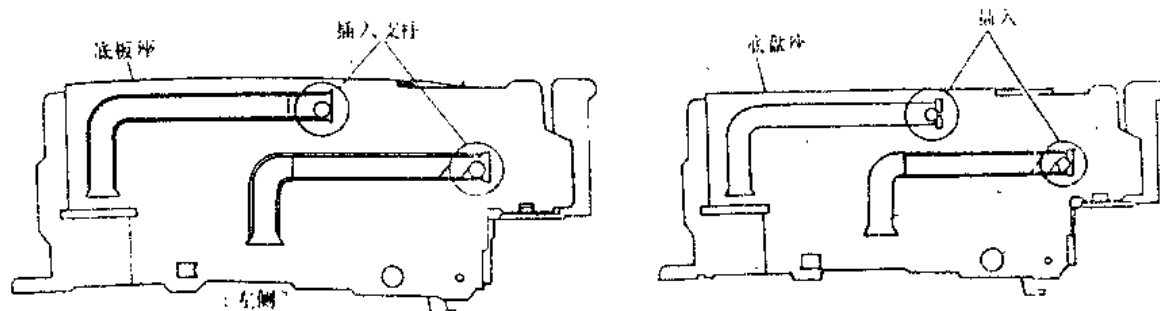

图 1-18
①请检查盒带座的两个凸起部有否插在底座左边的槽沟中 (见图 1-18)。